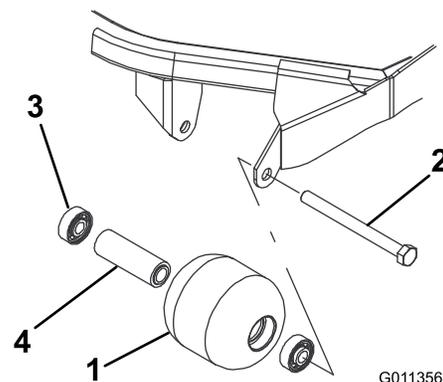

Figura 87
1. Retire o parafuso de montagem do rolo (Figura 87).
estão danificados (Figura 87). Substitua os componentes danificados e volte a montá-los.
1. Introduza o primeiro rolamento na estrutura do rolo (Figura 87). Empurre só a calha externa ou, então, exerça o mesmo tipo de pressão nas calhas interna e externa.
2. Coloque o espaçador (Figura 87)
3. Introduza o segundo rolamento na estrutura do rolo (Figura 87). Exerça o mesmo tipo de pressão nas calhas interna e externa até a calha interna entrar em contacto com o espaçador.